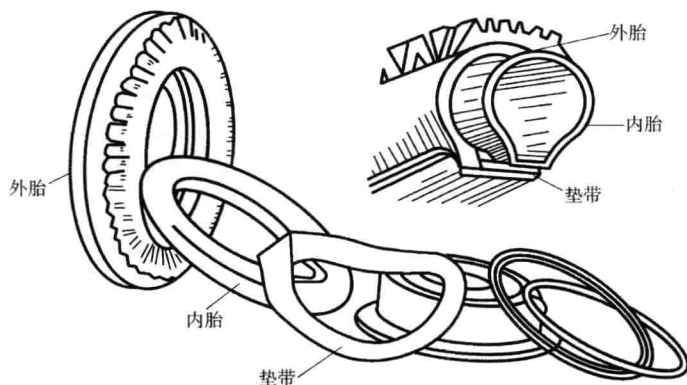

图1-3 有内胎的充气轮胎组成
(1) 有内胎的充气轮胎由外胎、内胎和垫带组成,如图1-3所示。